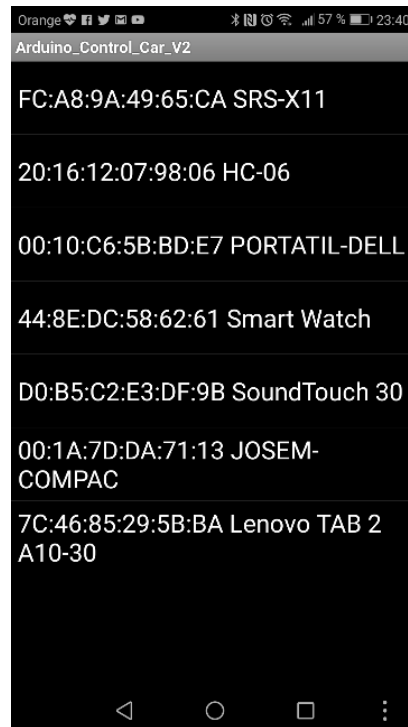

Figura 4: Arduino Control Car V2 de El Profe García. Fuente: Propia
3. Abrimos el programa Arduino Control car V2 y seleccionamos la opción Bluetooth (, (en amarillo). Nos aparecerá una ventana con distintos dispositivos como la de la figura 4. Buscamos el nuestro, en este caso el que termina en HC-06 y le seleccionamos. En unos segundos la luz del módulo dejará de parpadear indicando que la conexión está establecida. Ya tenemos nuestro dispositivo preparado para empezar a enviar órdenes.